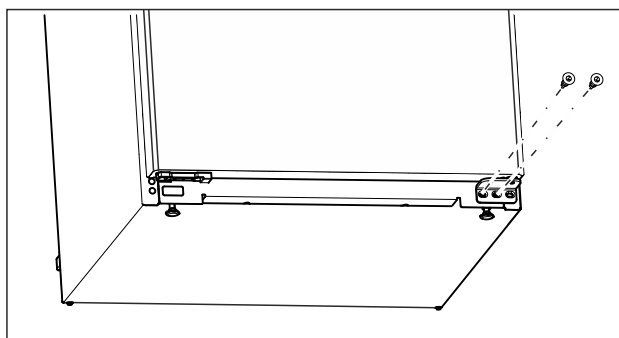

Fig. 14
- ▶ Na dolnej ložiskovej konzole vyskrutkujte strednú skrutku skrutkovačom Torx 20. (pozri Fig. 14)
- ▶ Na dolnej ložiskovej konzole vyskrutkujte vnútornú skrutku skrutkovačom Torx 20. (pozri Fig. 14)